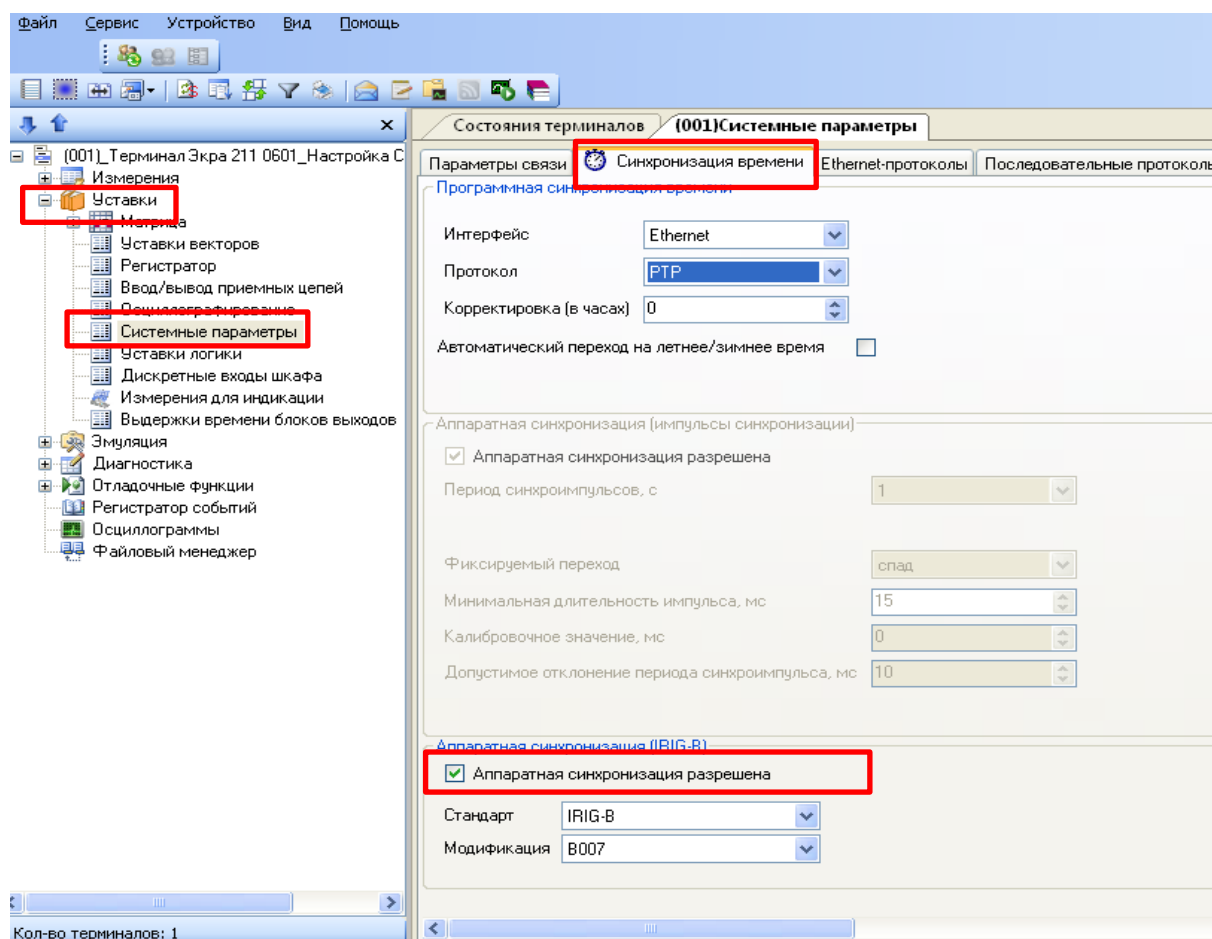

Рисунок 19 – Окно настройки синхронизации времени по протоколу IRIG-B
8.1.1 В «дереве» проекта ПО **АРМ-релейщика** выбрать **Уставки** -> **Системные параметры** и открыть окно, дважды щелкнув мышкой на соответствующем пункте «дерева» проекта (см. рисунок 19).
8.1.3 Для разрешения синхронизации необходимо установить флажок в пункте **Аппаратная синхронизация (IRIG-B)** (см. рисунок 19).
Примечание – Для включения варианта **Аппаратная синхронизация (IRIG-B)** должен быть снят флажок в пункте **Аппаратная синхронизация (импульсы синхронизации)** (см. рисунок 19).
Примечание – Для включения варианта **Аппаратная синхронизация (импульсы синхронизации)** должен быть снят флажок в пункте **Аппаратная синхронизация (IRIG-B)** (см. рисунок 19).